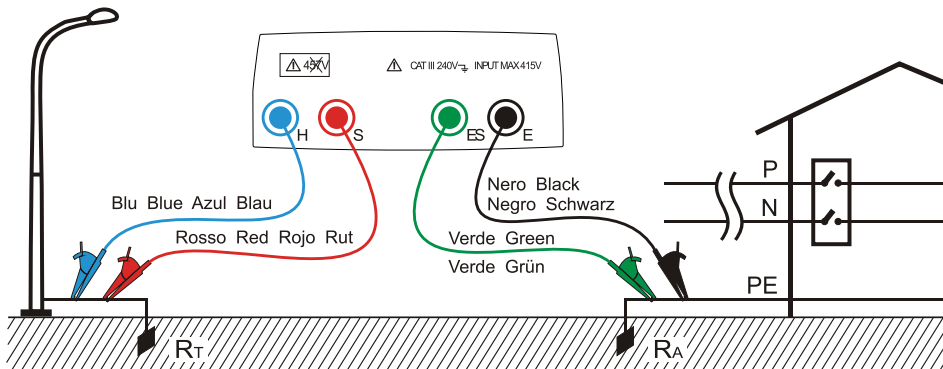

Fig. 3: Medición de la resistencia de tierra a dos puntos utilizando un dispersor auxiliar
En (ver Fig. 3) se está utilizando como dispersor auxiliar el alumbrado público, aunque puede ser utilizado cualquier cuerpo metálico introducido en el terreno que respete las condiciones anteriormente comentadas.
El instrumento visualizará como resultado el valor de la suma RA+RT (ver Fig. 3 y Fig. 4). Por tanto la medida obtenida será más aproximada al valor RA (valor esperado) cuanto más valor tenga el dispersor auxiliar RT resultando despreciable respecto a la misma RA. Además la medida será aumentada “a favor de la seguridad” sobre el termino RT, osea cuando el valor RA+RT resulte igual con las protecciones, con mayor motivo solo será el termino RA
6. Conecte los cocodrilos al dispersor auxiliar de la instalación en examen (ver Fig. 3 Fig. 4)